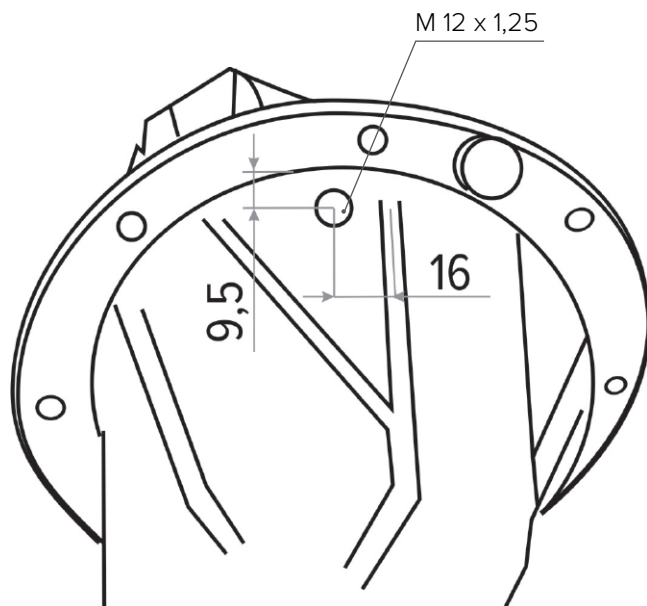

Рис. 2
1. Просверлите в картере моста сквозное отверстие сверлом $\varnothing 10,7..10,8$ мм (см. раздел Инструменты) на расстоянии не менее 9,5 мм от края фланца и 16 мм от края технологического прилива (Рис. 2). Нарезьте резьбу метчиком M12x1,25 (см. раздел Инструменты).